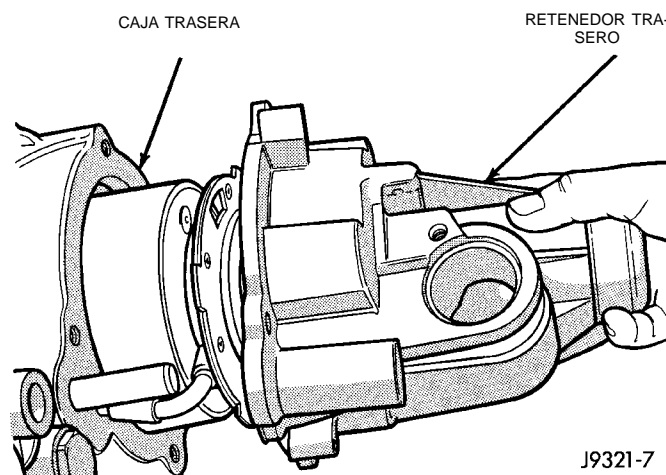

Fig. 80 Instalación del retenedor trasero
- (7) Instale el anillo de posición del cojinete trasero en el retenedor trasero, si el anillo se retiró durante la reparación.
- (8) Aplique un reborde de 3 mm (1/8 pulg.) de ancho de formador de juntas Mopar® o sellante adhesivo de silicona en la superficie de instalación del retenedor trasero. Deje que el sellante se solidifique ligeramente antes de continuar.
- (9) Deslice el retenedor trasero en el eje principal (Fig. 80).